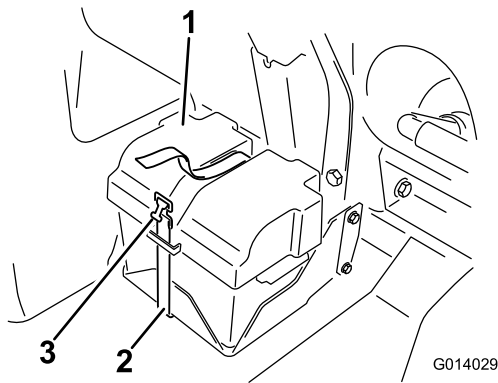
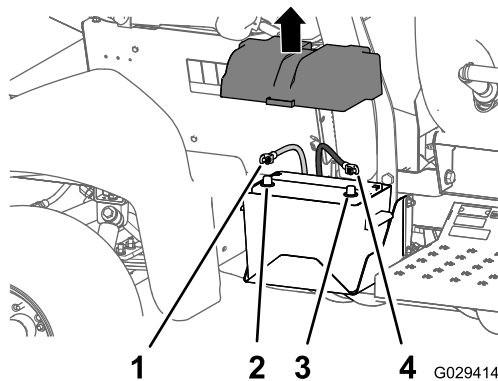

Bild 1
Bild 2
1. Nehmen Sie die Batterieabdeckung ab und trennen das Minuskabel (schwarz) vom Batteriepol ab (Bild 1 und Bild 2).
2. Klemmen Sie das Pluskabel (Rot) vom Batteriepol ab (Bild 2).